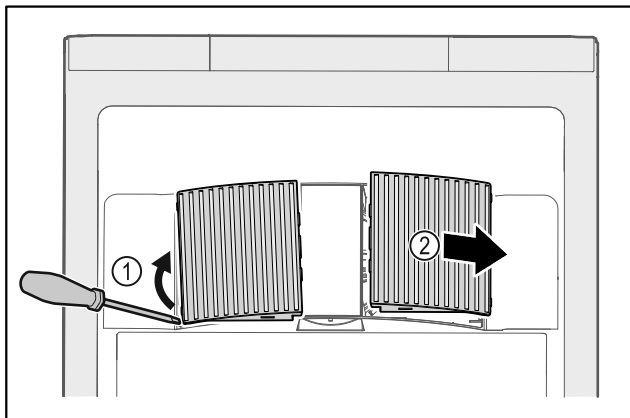

Fig. 109
- Ventilatorabdeckungen vorsichtig von der Seite heraushebeln Fig. 109 (1) und nach vorne abnehmen Fig. 109 (2).